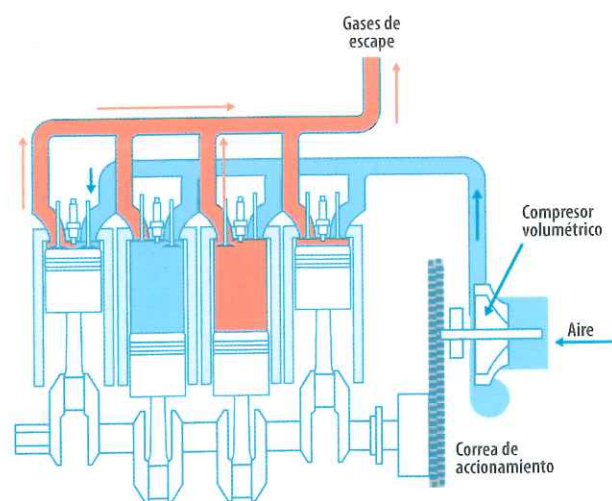

Figura 6.4
1. *Compresor de accionamiento mecánico:* en la figura 6.4 puede verse cómo se une el compresor al cigüeñal mediante engranajes, cadena o correas. El régimen de revoluciones controla directamente la compresión de aire de admisión.